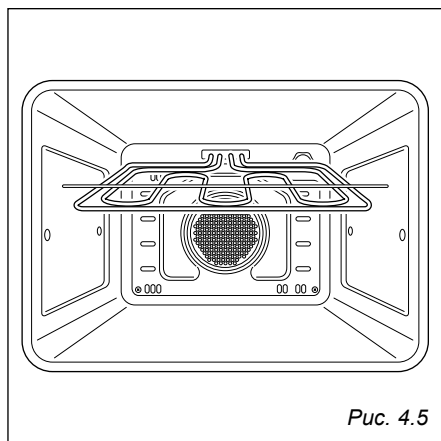

Рис. 4.5
Гриль крепится к задней стенке духового шкафа на шарнирах. Они позволяют отводить гриль вниз для облегчения процесса чистки верхней поверхности духового шкафа (Рис. 4.5).
Гриль крепится к задней стенке духового шкафа на шарнирах, которые позволяют отводить гриль вниз для облегчения процесса чистки верхней поверхности духового шкафа (Рис. 4.5).
- После извлечения скользящих полочек облегчается доступ к верхней поверхности духового шкафа при ее чистке (после отведения нагревательного элемента гриля в нижнее положение – рис. 4.5).